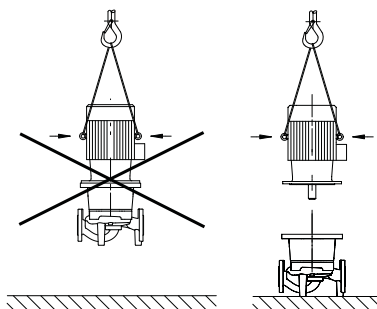

Fig. 16: Moottorin kuljetus
- **Moottorissa olevia nostosilmukoita saa käyttää vain moottorin kuorman kannattamiseen, koko pumpun painoa ei saa ripustaa niiden varaan (Fig. 16).**